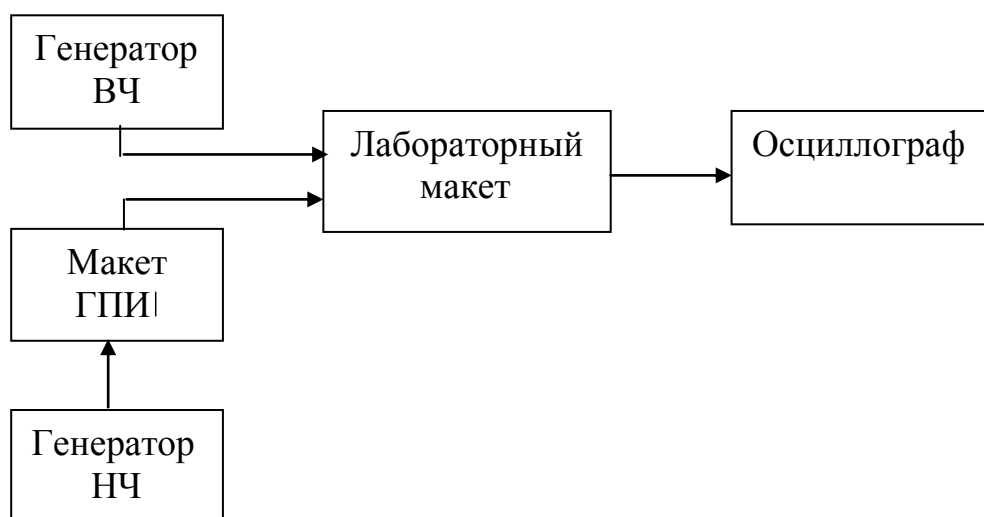

Рис. 4
1. Собрать схему лабораторной установки в соответствии с рис. 4.